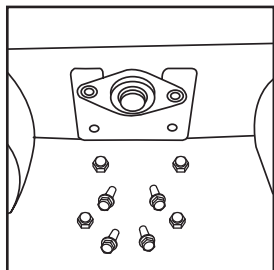

Рис. 31
1. Открутите четыре винта и снимите фиксатор вала (Рис. 31).